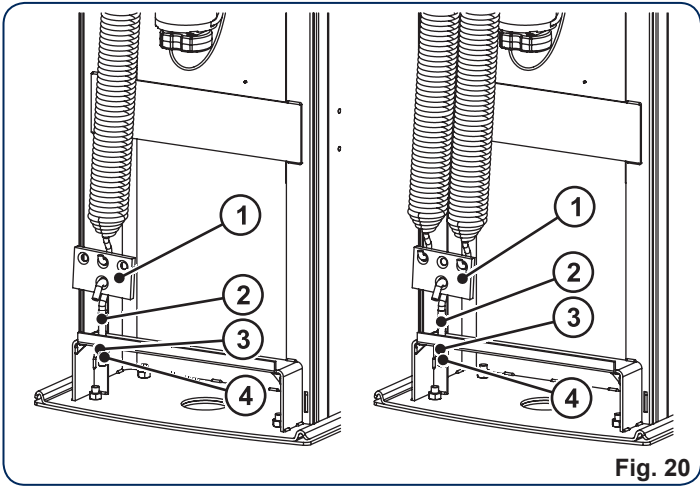

Fig. 20
① Nelle applicazioni con doppia molla sostituire anche il tirante di regolazione, Fig. 20 rif ②.